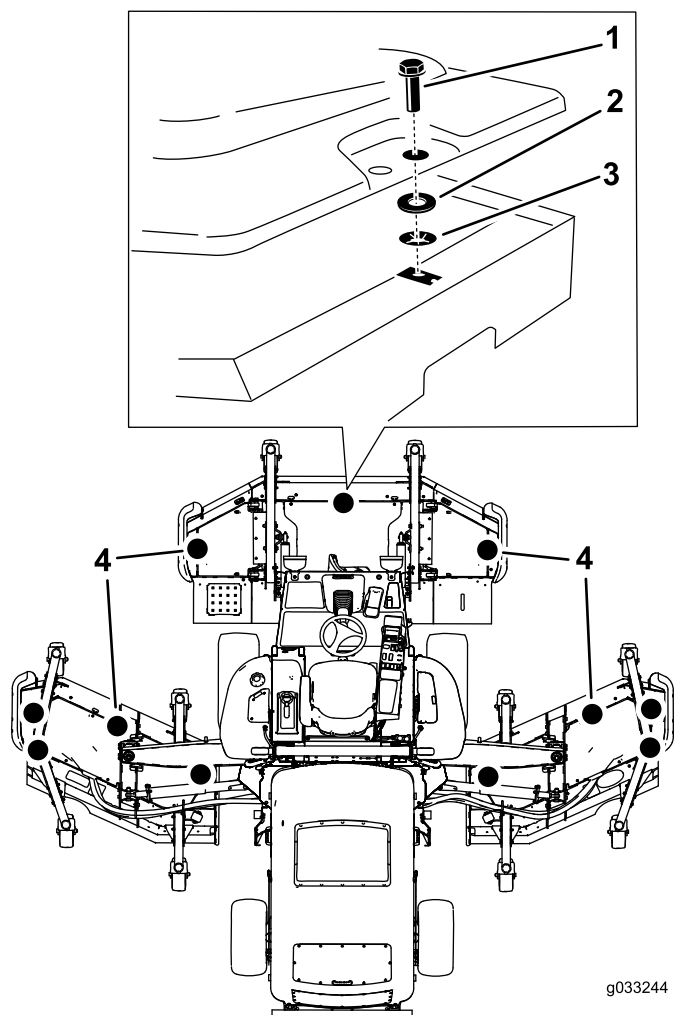

Figure 5
3. En passant par le dessous, installez la rondelle de butée et l'écrou poussoir sur le boulon existant pour le maintenir sur le couvercle de courroie, comme montré à la Figure 5.